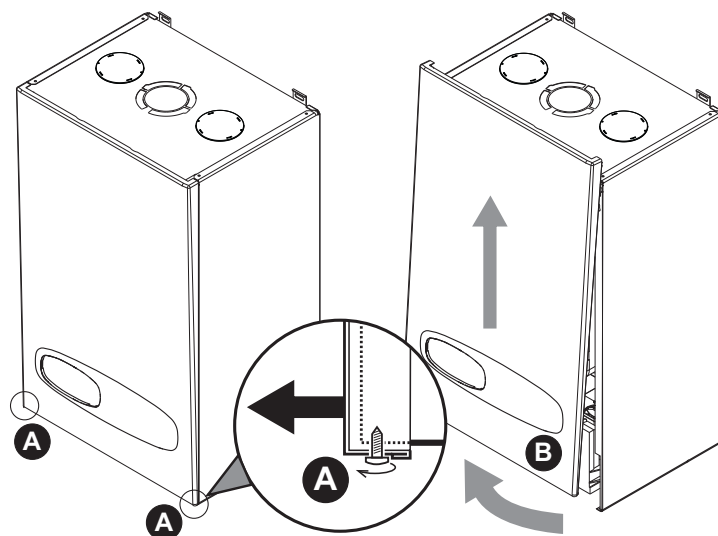

fig. 24 - Apertura pannello frontale
1. Svitare parzialmente le viti **A** (vedi fig. 24).